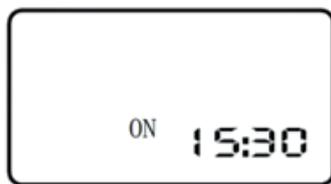

Рис. 4 Таймер выключения
2.5 На экране установки запланированного времени начала нажмите кнопку Время, чтобы перейти на экран установки запланированного времени окончания работы (рис. 4). Вы можете установить запланированное время окончания работы, нажав кнопки «Настройка часов» и «Настройка минут» (00:00 — недопустимое время). Нажмите «Регулировка скорости» или нажмите кнопку на 3 секунды, чтобы автоматически вернуться к первоначальному интерфейсу;